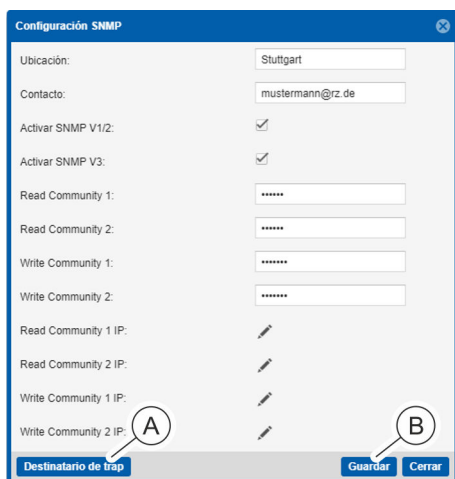

Fig. 139: Ventana "Configuración SNMP"
2. ➤ En la ventana "Configuración SNMP", haga clic en el botón "Destinatario de trap" (Fig. 139/Ⓐ).